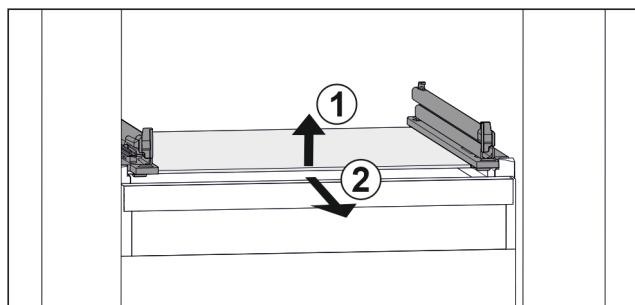

Fig. 100 Примерное отображение стеклянной пластины
- Приподнимите стеклянную пластину спереди. Fig. 100 (1)
- Извлеките стеклянную пластину движением вперед. Fig. 100 (2)